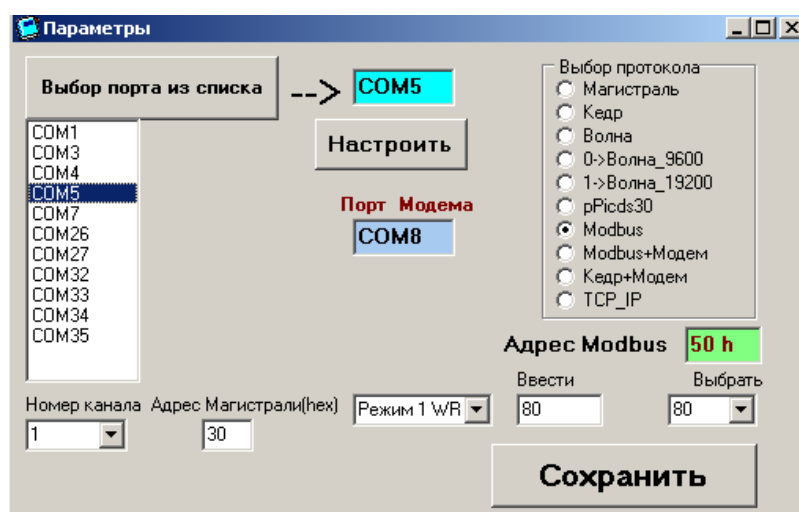

Рисунок 3.4
3.4.1 При подключении системы к ПЭВМ через «Ethernet» установить протокол «TCP_IP» (рисунок 3.4), ввести или выбрать адрес для прикладного протокола «Modbus». По умолчанию в системе установлен адрес **80 (50h)**. Нажать на кнопку «Сохранить».
3.4.2 При подключении системы к ПЭВМ через «RS485» или «USB» установить протокол «Modbus», ввести или выбрать адрес протокола. По умолчанию в системе установлен адрес **80 (50h)**. Используя ЛКН нажать на кнопку «Выбор порта из списка» и выбрать порт подключения (рисунок 3.4). Нажать на кнопку «Сохранить».